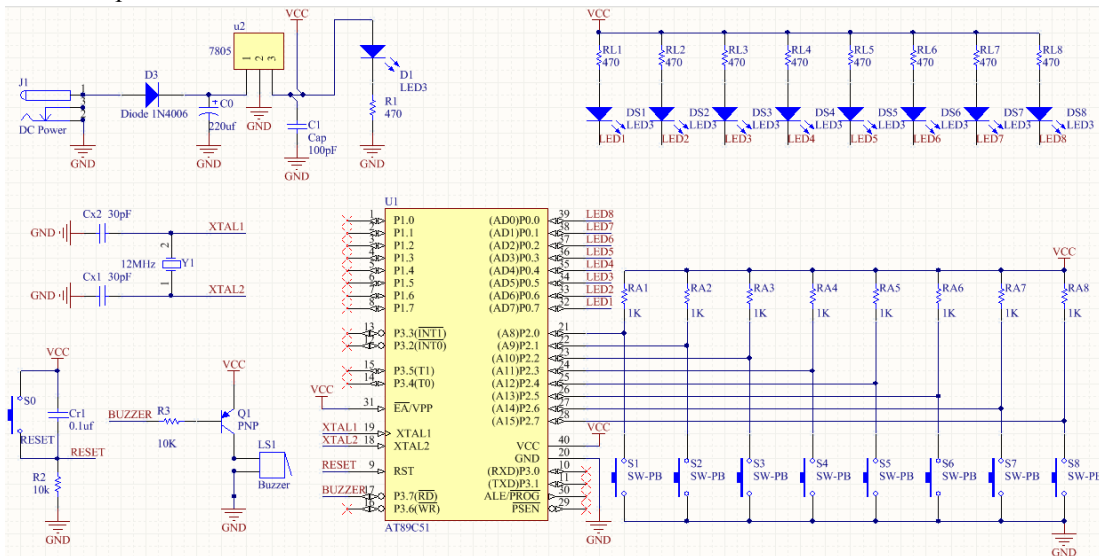

图 11-29 实践题（3）
- (1) 重做本章的各例题。
- (2) 在第 7 章实践题（1）的工程中添加新的 PCB 文档“Chap7-1.PcbDoc”，并将绘制好的原理图转移到 PCB 文档中，将电路板设为双面板。
- (3) 加载本实践题对应的电子资源“Chap-11-实践题（3）.IntLib”集成库，新建“Chap-11-3.PrjPcb”工程，在其中新建原理图文档“Chap-11-3.SchDoc”，绘制图 11-29 所示的原理图。然后新建 PCB 文档“Chap-11-3.PcbDoc”，将原理图的内容同步到 PCB 文档，并且将电路板设为双面板。